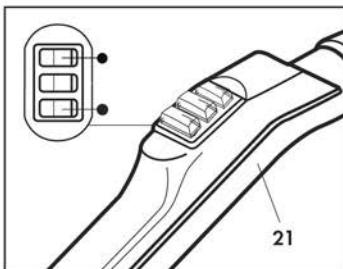
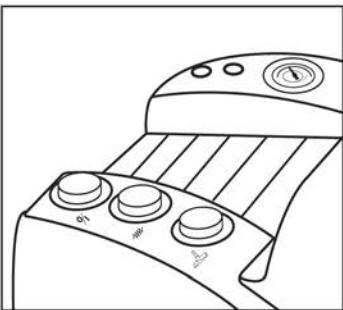

Fig. 14
Fig. 15
Per arrestare l'apparecchio spegnere gli interruttori di comando vapore e aspirazione posti sull'impugnatura (21) (**Fig. 14**); spegnere gli interruttori posti sull'apparecchio (**Fig. 15**) e scollegare la spina dalla presa di corrente.